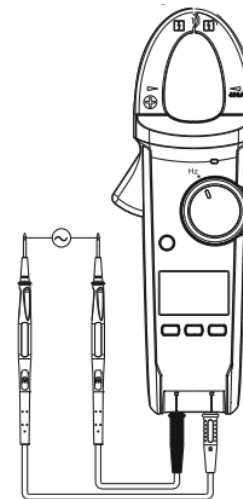

Рисунок 10
9. Измерение частоты (рисунок 10)